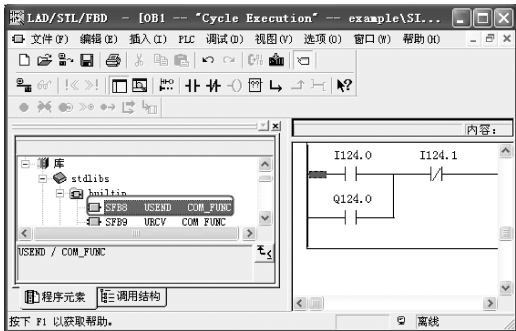
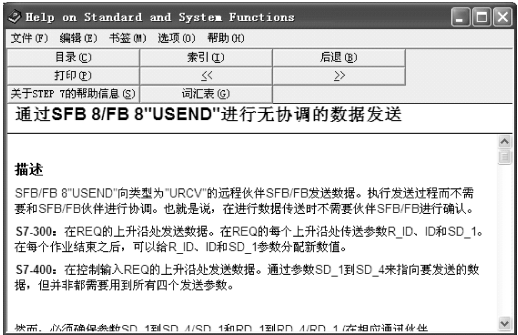

图 3-88 选中逻辑块
图 3-89 帮助界面
STEP 7 中内置了很多逻辑块 (FB/SFB/FC/SFC)，在学习和应用时，难免对某个逻辑块有疑问。解决的方法是，在程序编辑器中，找到这个逻辑块，本例为“SFB8”，先选中“SFB8”，如图 3-88 所示，再按键盘上的“F1”，弹出“SFB8”的帮助界面，如图 3-80 所示。也可在程序编辑器中，单击工具栏上的“空逻辑框”按钮，并键入具体逻辑块名 (本例为“SFB8”)，再按键盘上的“F1”，弹出“SFB8”的帮助界面，如图 3-89 所示。